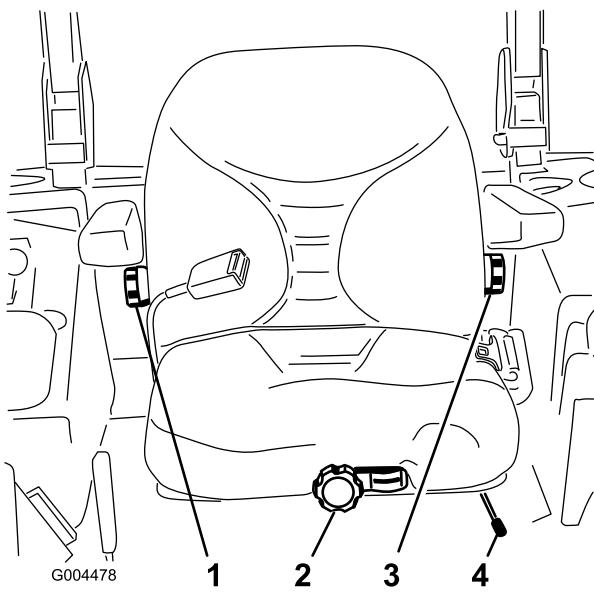

Figure 35
1. Poussez le levier de réglage sur le côté pour débloquer et régler le siège (Figure 35).
Sans vous asseoir sur le siège, tournez le bouton avant dans un sens ou dans l'autre pour obtenir la position la plus confortable (Figure 35).
Pour ce faire, tournez le bouton situé sous l'accoudoir droit dans un sens ou dans l'autre pour obtenir la position la plus confortable (Figure 35).
Pour le régler, tournez le bouton situé sous l'accoudoir gauche dans un sens ou dans l'autre pour obtenir la position la plus confortable (Figure 35).